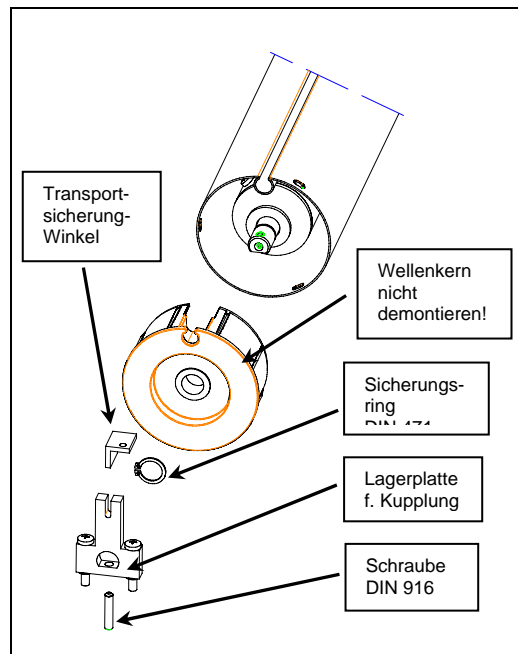

Bild 3: TW - mitlaufendes Feld
- Transportsicherungs-Winkel einstecken (Bild 3).
- An der Kupplungs-Führungsschiene (Mitte) die Schrauben der Lagerplatte f. Kupplung lösen (Bild 3).